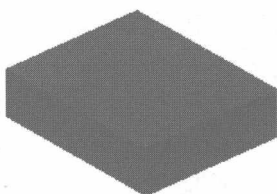
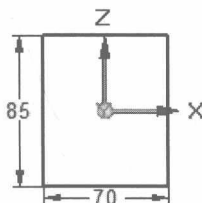

图 2.2 拉伸特征 1
图 2.3 截面草图
Step4. 创建图 2.2 所示的拉伸特征 1。单击 **主页** 功能选项卡 **实体** 区域中的“拉伸”按钮 ; 在系统 **单击平的面或参考平面。** 的提示下, 选取前视图 (XZ) 平面作为草图平面, 绘制图 2.3 所示的截面草图, 单击“主页”功能选项卡中的“关闭草图”按钮 , 退出草绘环境; 在“拉伸”工具条中单击 按钮定义拉伸深度, 在 **距离** 文本框中输入值 22, 并按 Enter 键, 单击“对称延伸”按钮 ; 单击 **完成** 按钮, 完成特征的创建。